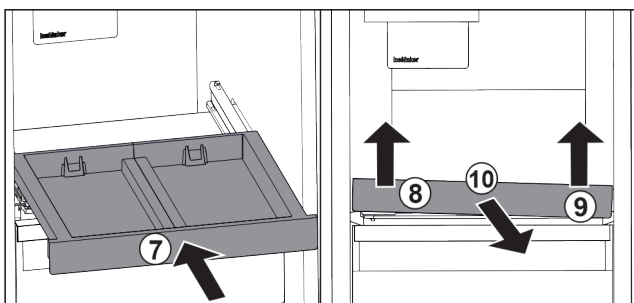

Fig. 35
- ▶ Uitschuifplateau erin schuiven. Fig. 35 (7)
- ▶ Uitschuifplateau linksvoor optillen. Fig. 35 (8)
- ▶ Uitschuifplateau rechtsvoor optillen. Fig. 35 (9)
- ▶ Uitschuifplateau er naar voren uitnemen. Fig. 35 (10)